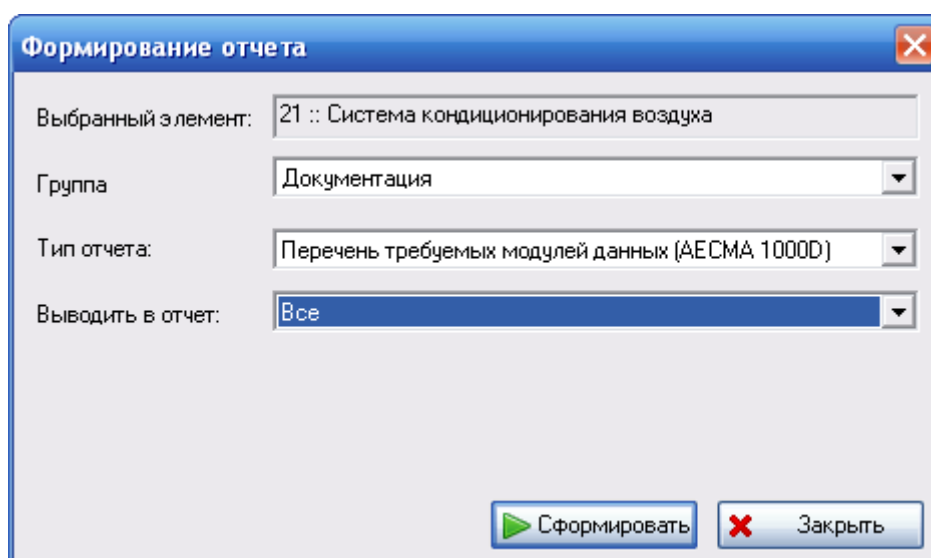

Рис. 9-32
3. В появившемся окне **Формирование отчета** (рис. 9-32):